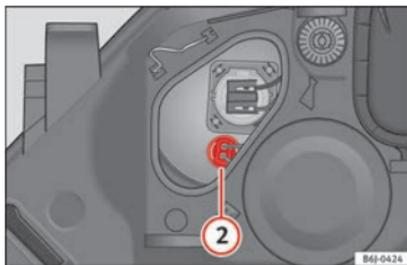

Fig. 181 Luz de posición.
- Extraiga el conector » fig. 181 ② tirando hacia afuera.